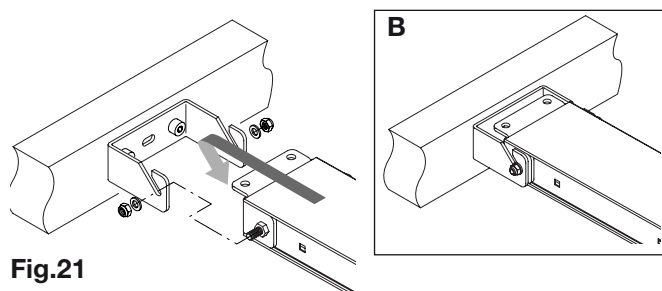

Fig.21
3) Accrocher le rail à l'étrier (voir figure 21) en le fixant avec les rondelles et les écrous (voir cadre B), mettre le motoréducteur à terre.